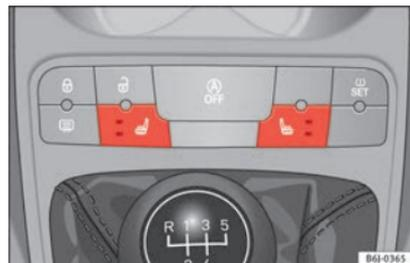

Fig. 142 Comutador do aquecimento dos bancos dianteiros.
- Pressione o respetivo comutador » » Fig. 142 para ligar o aquecimento do banco.
- Pressionar apenas uma vez liga o aquecimento na sua potência máxima. Acendem-se os dois LED » » Fig. 142. Após 15 minutos à máxima intensidade, desliga-se o led superior, desativa-se durante 2 minutos o sistema e decorridos os 2 minutos, o sistema volta a funcionar com uma intensidade mínima (o led inferior fica sempre ligado).